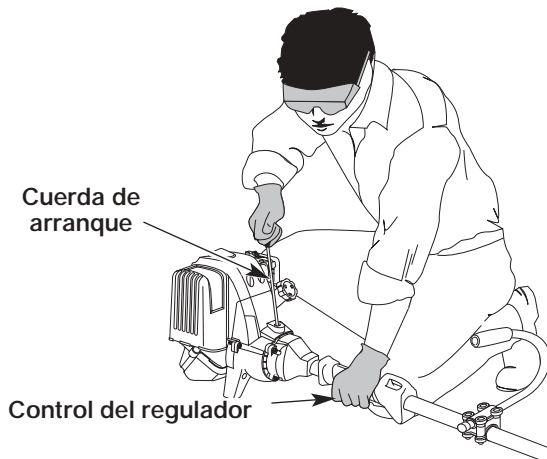

Fig. 10
7. Con la unidad en posición de arranque (Fig. 10), tire de la cuerda de arranque rápidamente cinco veces en la posición de obturación COMPLETA (FULL) (A) . Si el motor intenta arrancar antes del quinto tirón, proceda con el paso 8.
5. Con la unidad en posición de arranque (Fig. 10), tire de la cuerda de arranque rápidamente hasta que el motor arranque.
6. Cuando el motor arranque, mueva la palanca del obturador a la posición de MARCHA (RUN) (C) , y hágalo funcionar con regulación máxima durante 30 segundos, y hasta un (1) minuto en temperaturas inferiores a 40°F (4°C).
1. Saque su mano del control del regulador (Fig. 10). Deje que el motor funcione en mínima.